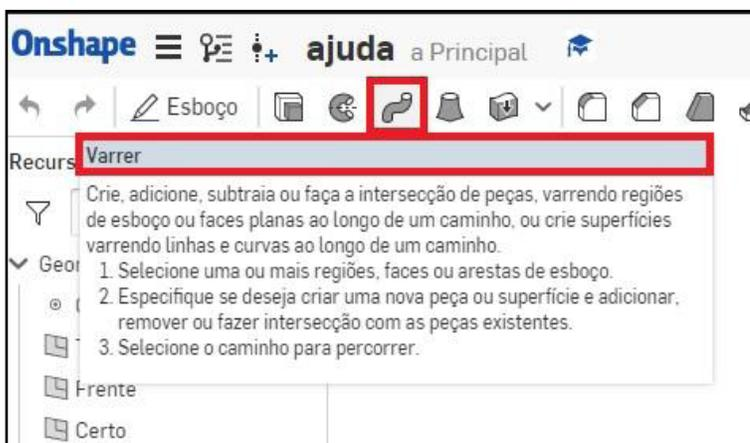

Figura 18 - Acesso a ajuda nos comandos
- Posicionando o mouse sobre o comando desejado, aparecerá um resumo sobre a ferramenta ou comando a ser utilizado, conforme mostrado na Figura 18.